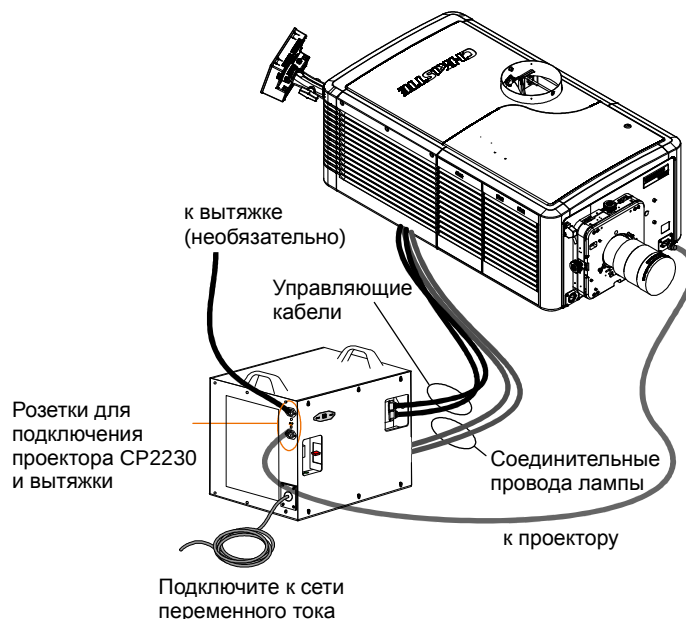

Рис. 2-15
5. Подключите один конец шнура питания, входящего в комплект поставки LPS, к розетке «CP2230 Projector Only», а другой конец — к штепселю на передней панели проектора (Рис. 2-15).